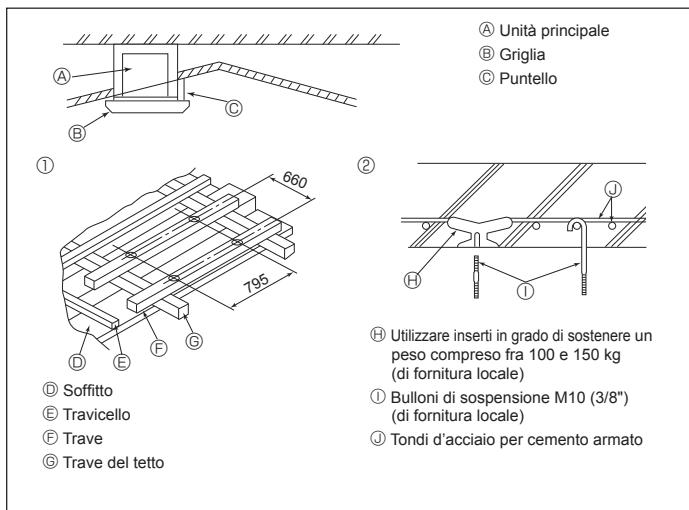

Fig. 3-5
⑧ Isolamento
3.5. Sospensione dell'unità su strutture diverse (Definizione delle caratteristiche delle varie strutture) (Fig. 3-5)